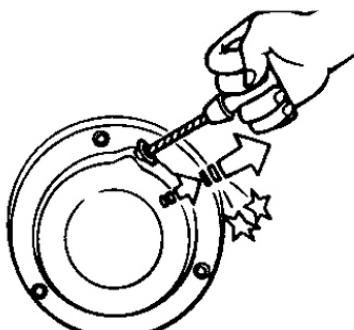

Рис.14
- Повільно потягніть за рукоятку стартера, доки не відчуєте опір. Це точка «стиснення». Поверніть рукоятку в її початкове положення та швидко потягніть. Не витягайте шнур повністю. Після запуску двигуна дайте рукоятці стартера повернутися у вихідне положення, усе ще притримуючи її (Рис.14).